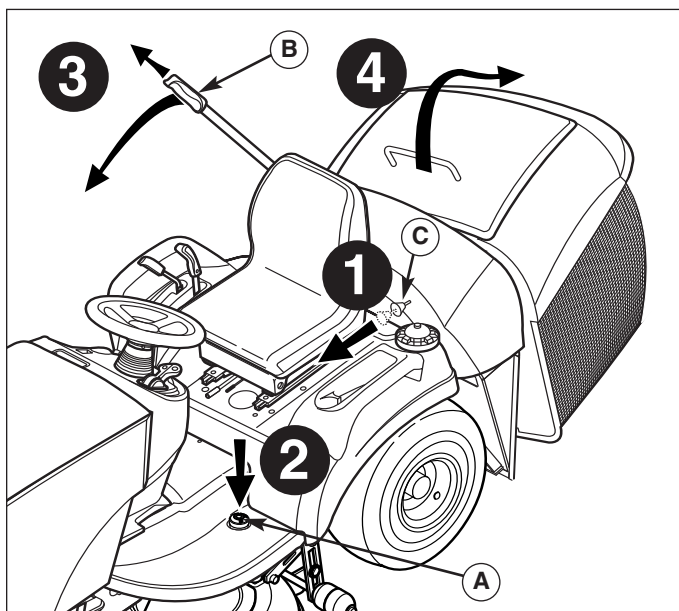

Figura 11. Procedura di svuotamento della tramoggia
1. Portare in avanti la manopola di rimozione collettore (C, Figura 11) per sbloccare il collettore dai bracci di supporto posteriori.
2. Premere il pedale di blocco scarico collettore (A).
3. Usare la leva del collettore (B) per aprirlo leggermente.